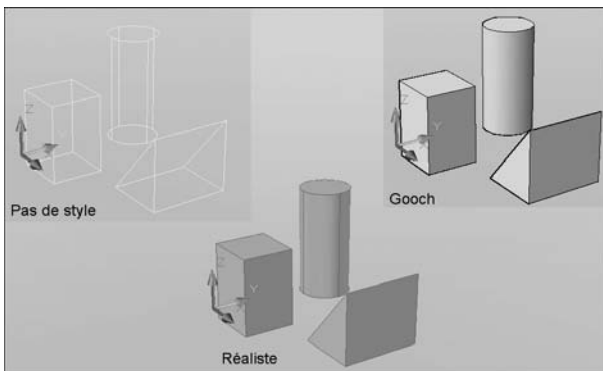

Fig.22.6
- **Style des faces** (Face style) : permet de définir l'ombrage sur les faces. Les options sont les suivantes (fig.22.6) :